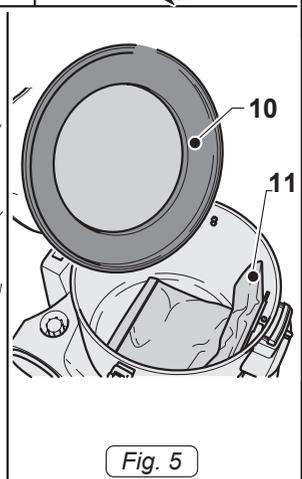

Fig. 5
- Снять полиэфирный фильтр (10 Рис. 5).
- Проверить, если это уместно, что внутри аппарата установлен бумажный мешок (11 Рис. 5).
- Установить полиэфирный фильтр (10 Рис. 5).